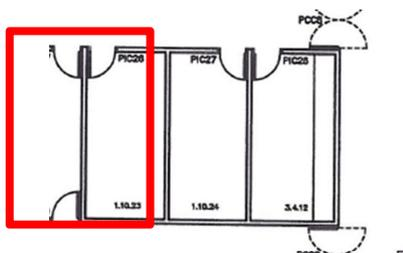

Figura 6 - Armazém de Reagentes C3.50, localizado no 3º piso do Edifício C
- C3.50 - Armazém de Reagentes, localizado no 3º piso do Edifício C (Figura 6);